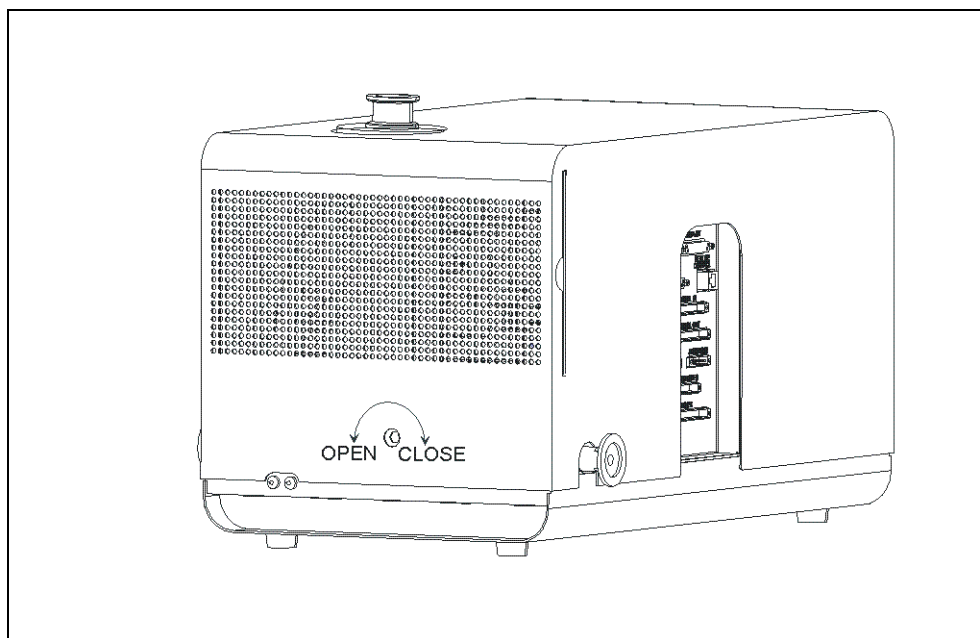

図 7-2 カバーの取り外し
- 3 六角レンチ 8 mm を使用し、デバイスのカバー両側のロック (ROTO-ROCK) を開けます。詳細は図 7-2 を参照してください。